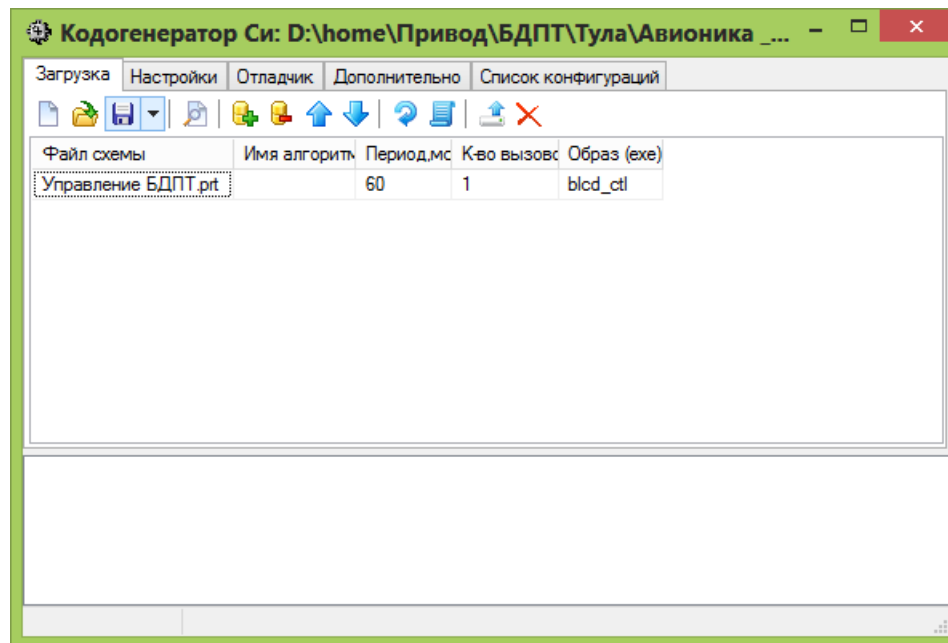
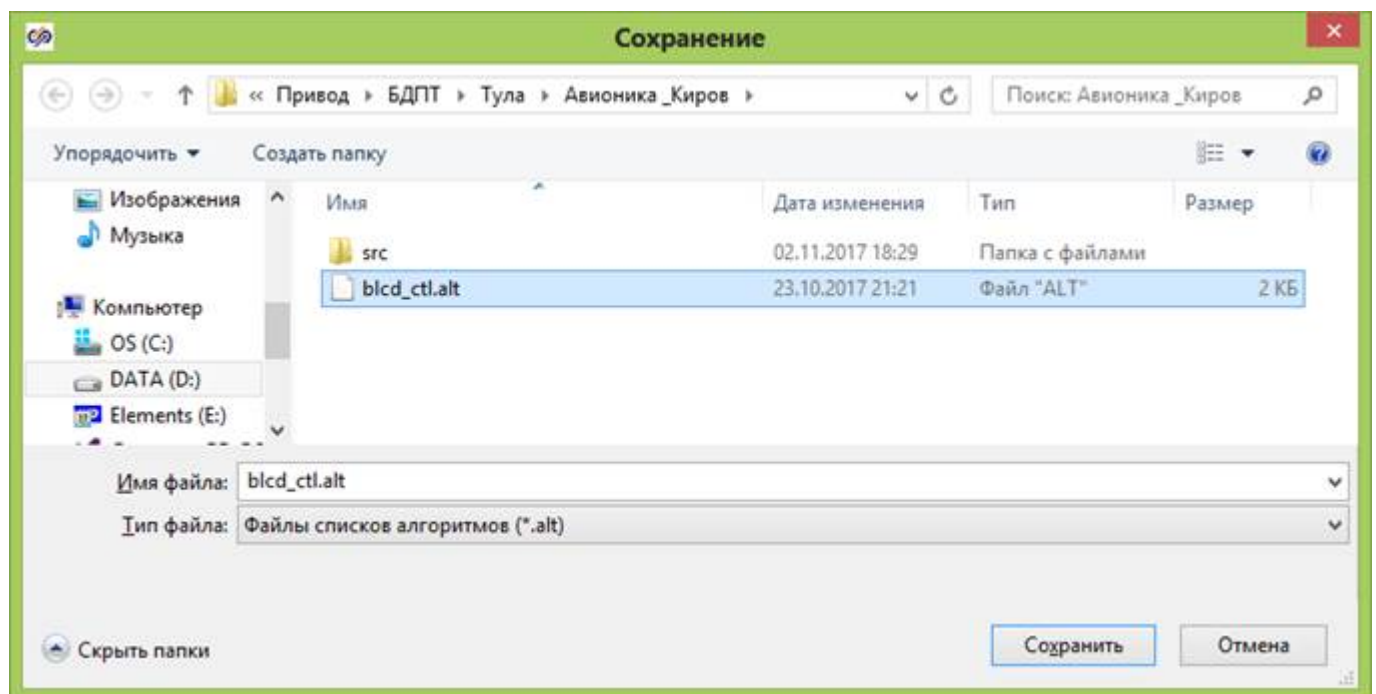

Рисунок 9. Кнопка сохранения конфигурации
Рисунок 10. Сохранение файла конфигурации
5. Выбранные настройки необходимо сохранить в файле конфигураций. Для этого перейдите на вкладку **Загрузка** и нажмите на кнопку **Сохранить как** (Рисунок 9. Кнопка сохранения конфигурации на странице 12). Файл конфигураций должен быть сохранен в рабочей директории проекта (Рисунок 10. Сохранение файла конфигурации на странице 12), потому что при задании в настройках относительного пути сохранения результатов кодогенерации, результирующая директория исходных кодов программы будет находится относительно директории в которой сохранен файл конфигурации.